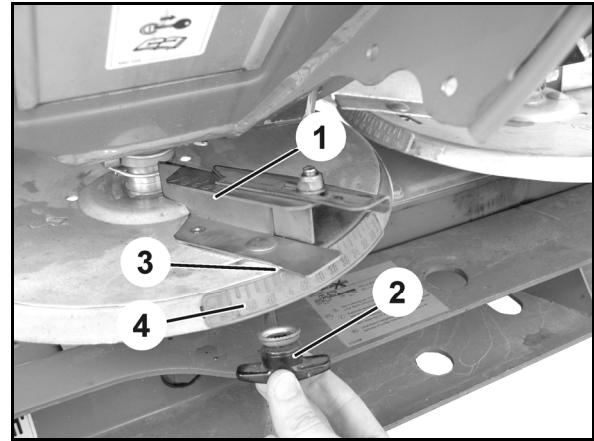

Fig. 80
5. Monter grænsespredeskovlen (Fig. 80/1) ved hjælp af vingemøtrikken (Fig. 80/2) på spredeskiven igen.
6. Indstil aflæsningskanten (Fig. 80/3) på tallet på skalaen (Fig. 80/4) iht. spredetabellen, og spænd vingemøtrikken (Fig. 80/2) igen.